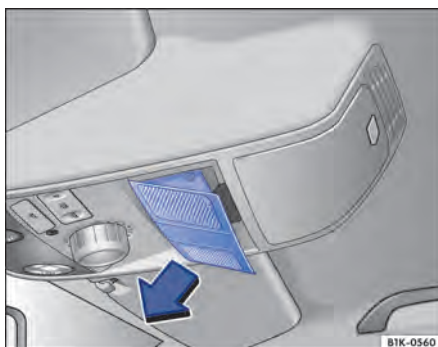

Fig. 229 No revestimento do teto: remover a cobertura.
- Remover a cobertura no sentido da seta ⇒ Fig. 229.